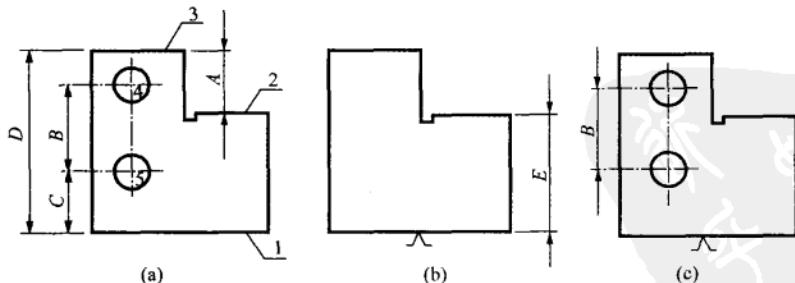

图 1.4 箱体零件及工序图
(3) 图 1.4 为箱体的零件图及工序图，试在图中指出。
① 平面 2 的设计基准、定位基准及度量基准。
② 镗孔 4 的设计基准、定位基准及度量基准。